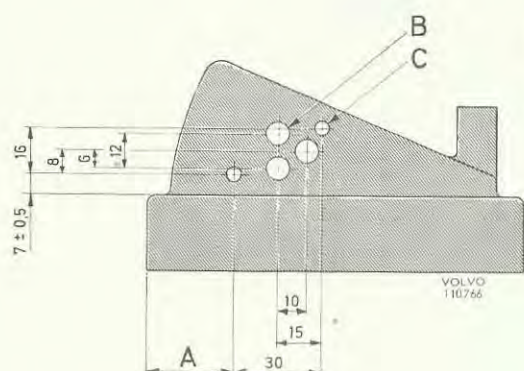

Bild 7. Hålning av luftrenarens underdel
1. Demontera luftrenarens underdel från förgasarna. Borra tre hål med 6,5 mm borr och två hål med 3,5 mm borr i sidan på underdelen enligt bild 7. (OBS! för vagn 1800 är måttet $A = 30 \text{ mm}$).